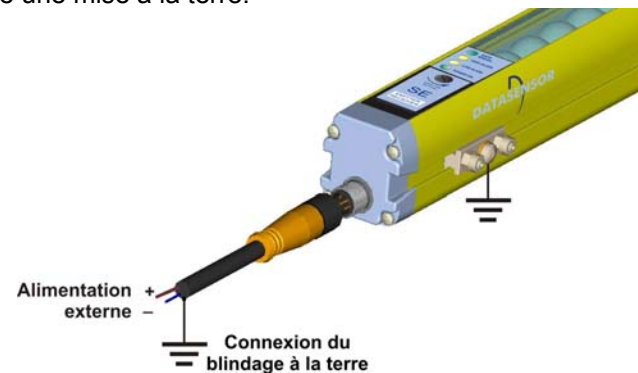

Fig. 14
- La Fig.14 montre la connexion correcte de l'unité et du câble si on utilise une mise à la terre.
- Respecter les connexions illustrées par la Fig.14, page 20, si on utilise une mise à la terre de tout le système.